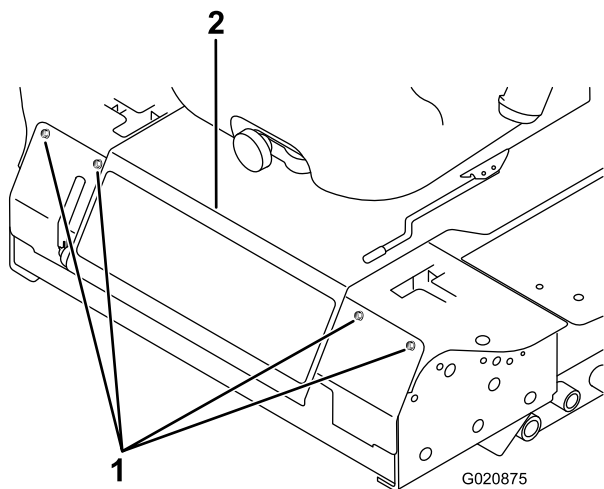

図 59
3. 前パネルを止めているボルトを外して前パネルを外す(図 59)。